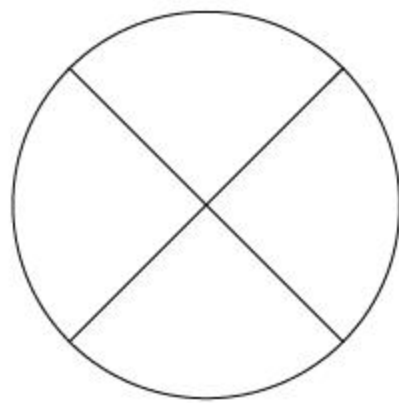

图8-64 镜像复制线段
- 04 调用MI【镜像】命令，镜像复制斜线，如图8-64所示。